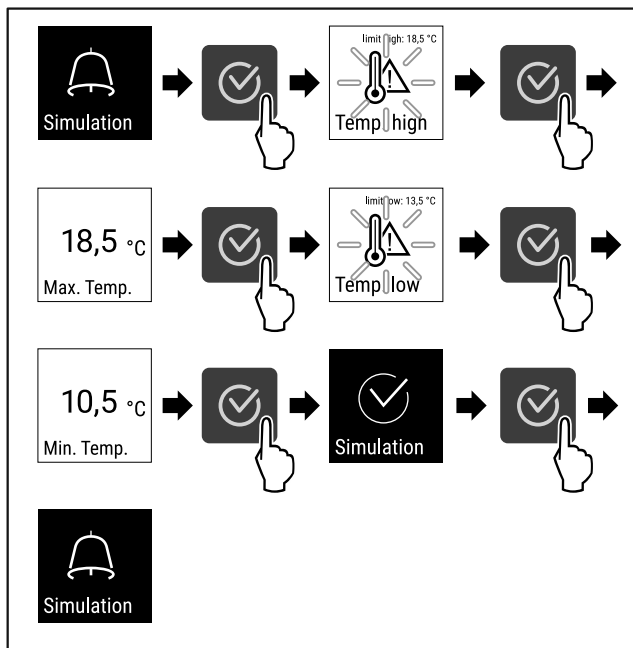

Fig. 144
- ▶ Eseguire i passi (vedere Fig. 144) .